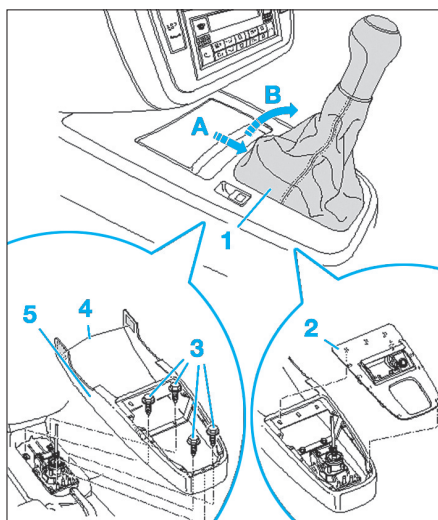

Fig. 2
- Repousser vers l'arrière le cadre du soufflet de levier de vitesses (1) au niveau du rebord avant en (A), puis dégrafer vers le haut le soufflet de levier de vitesses et le basculer de son support (B) (Fig.2).
- Dégrafer le support (2) à l'aide d'un petit tournevis.
- Déposer les quatre vis (3).
- Détacher les fermetures (4) et retirer la console centrale (5).